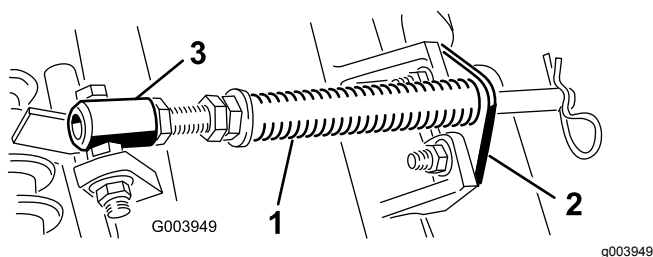

Bild 4
- A. Nehmen Sie die zwei Schlossschrauben und Muttern ab, mit denen die Stangenhalterung an den Nasen der Schneideinheit befestigt ist (**Bild 4**).
- B. Nehmen Sie die Bundmutter ab, mit denen die Schraube des Federrohrs an der Nase des Trägersrahmens befestigt ist (**Bild 4**). Nehmen Sie das ganze Teil ab.